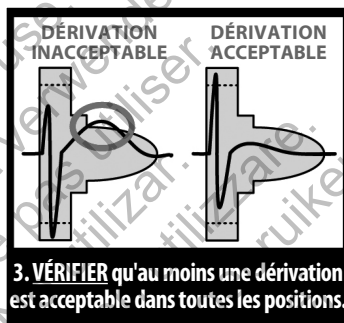

Figure 4 : Évaluation du complexe QRS
3. **Évaluer** le complexe QRS. Si la totalité du complexe QRS et l'onde T sont contenus dans le profil coloré, le QRS est considéré comme acceptable. Si une partie du complexe QRS ou de l'onde T s'étend en dehors du profil coloré, le QRS est considéré comme inacceptable. (*figure 4*).